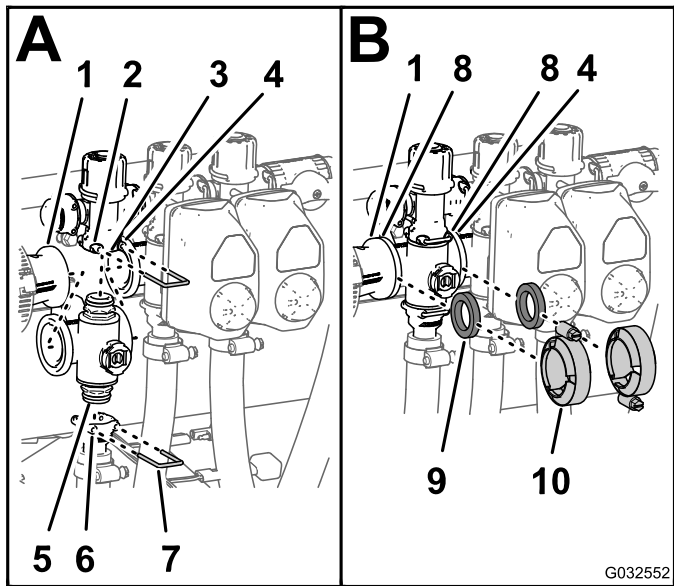

Bild 110
1. Setzen Sie das obere Endkappen-Anschlussstück des Verteilerventils in das Anschlussstück des Sicherheitsventils ein (A in Bild 110).
2. Stecken Sie einen Halter in die Buchse des Anschlussstückes des Sicherheitsventils, um das Endkappen-Anschlussstück am Anschlussstück des Sicherheitsventils zu befestigen (A in Bild 110).
3. Montieren Sie das Auslaufanschlussstück am unteren Endkappen-Anschlussstück des Verteilerventils (A in Bild 110).
4. Stecken Sie einen Halter in den Sockel des Auslaufanschlussstückes, um das Endkappen-Anschlussstück am Auslaufanschlussstück zu befestigen (A in Bild 110).
5. Fluchten Sie eine Dichtung zwischen den Flanschen der Reduzierkupplung und dem Abschnittventilverteiler aus (B in Bild 110)
6. Montieren Sie die Reduzierkupplung, die Dichtung und den Abschnittventilverteiler mit einer Klemme und ziehen sie mit der Hand an (B in Bild 110).
danebenliegenden Abschnittventilverteiler aus (B in Bild 110).
8. Montieren Sie die zwei danebenliegenden Abschnittventilverteiler und eine Dichtung mit einer Klemme und ziehen sie mit der Hand an (B in Bild 110).